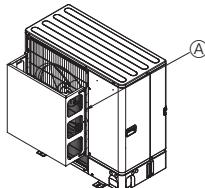
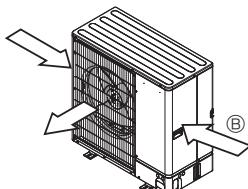

Fig. 2-5
Fig. 2-6
- ② Sumontukite pasirenkamajį oro kreiptuvą, jei įrenginys montuojamas vietoje, kurioje į oro išejimo angą gali tiesiai pūsti stiprus vėjas, p.vz., uraganas ir pan. (Fig. 2-5)
- ③ Oro išejimo angos kreiptuvas
- ④ Jei įmanoma, pastatykite įrenginių taip, kad oras per oro išejimo angą pūstų statmenai sezoninio vėjo krypties atžvilgiu. (Fig. 2-6)
- ⑤ Vėjo kryptis